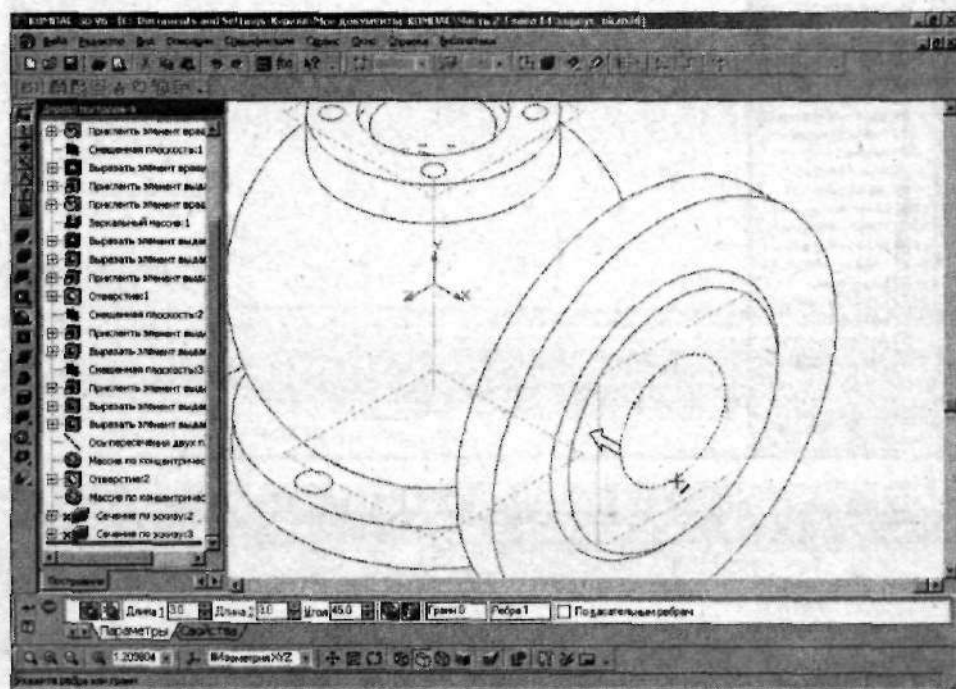

Рис. 2.169. Выделите место создания фаски
1. На панели инструментов **Редактирование детали** щелкните по кнопке  (Фаска), а затем выделите ребро модели, для которого будет построена фаска (рис. 2.169).